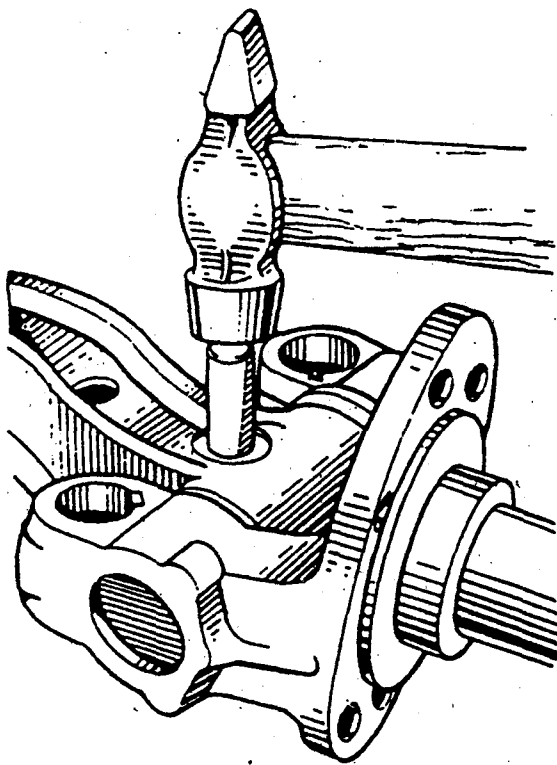

Рис. 62. Установка стопорного штифта
3. Установить стопорный штифт (рис. 62), пружинную шайбу и затянуть до отказа гайку штифта.